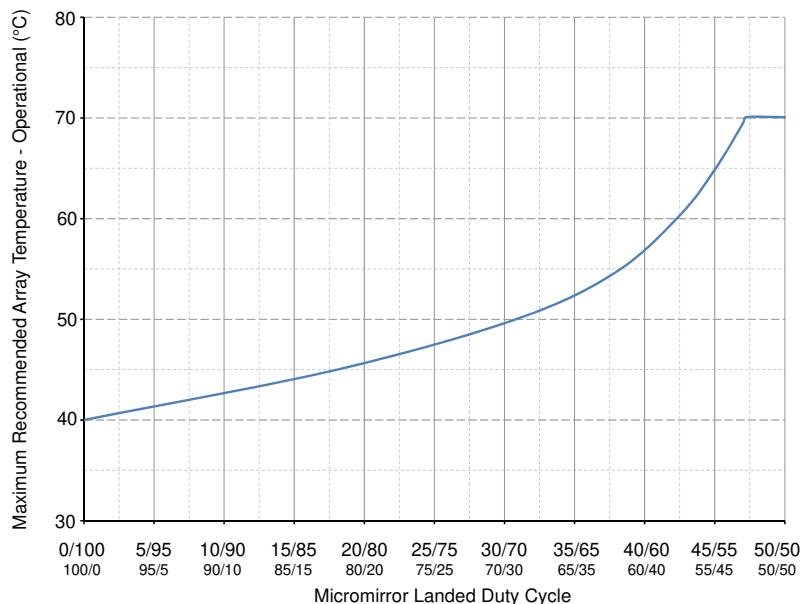
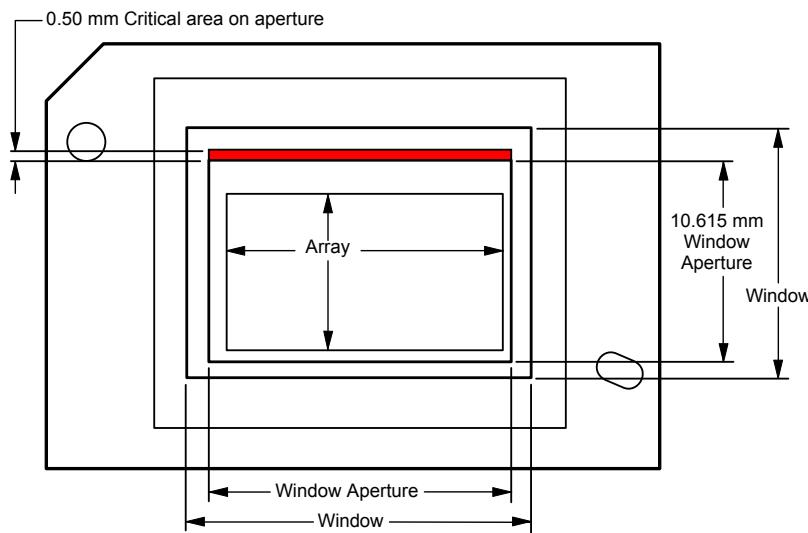

図 5-1. 推奨最大アレイ温度—ディレーティング曲線
図 5-2. イルミネーション オーバーフィル ダイアグラム - クリティカルエリア
- (12) 図 5-1 に従って、最大動作アレイ温度は、最終アプリケーションにおいて DMD が受けるマイクロミラーの着地デューティサイクルに基づいてディレーティングする必要があります。マイクロミラーのランデッドデューティサイクルの定義については、『マイクロミラーのランデッドデューティサイクル』を参照してください。
- (13) 長期は、デバイスの使用可能寿命と定義されます。
- (14) 短期は、デバイスの有効寿命全体にわたる合計累積時間です。
- (15) デバイスが「高温の露点温度範囲」にない経時的な平均値(保存や動作を含む)。
- (16) 保存時および動作時の高温範囲で露点温度への曝露は、CTELR の合計累積時間未満に制限する必要があります。
- (17) DMD のアクティブ領域は、DMD デバイスアセンブリの構造を通常の視界から覆い隠す、DMD ウィンドウ面の内側にある開口部で囲まれています。開口部は、いくつかの光学条件を想定した大きさになっています。アクティブ アレイの外側を照らすオーバーフィル光は散乱し、DMD を使用する最終アプリケーションの性能に悪影響を及ぼす可能性があります。照明光学システムは、アクティブ アレイ外での光束の入射を最小限に抑えるように設計する必要があります。システムの光学アーキテクチャとアセンブリ許容誤差によっては、アクティブ アレイの外側のオーバーフィル光量がシステム性能の劣化を引き起こす可能性があります。
- (18) 図 5-2 の赤色の領域に適用されます。